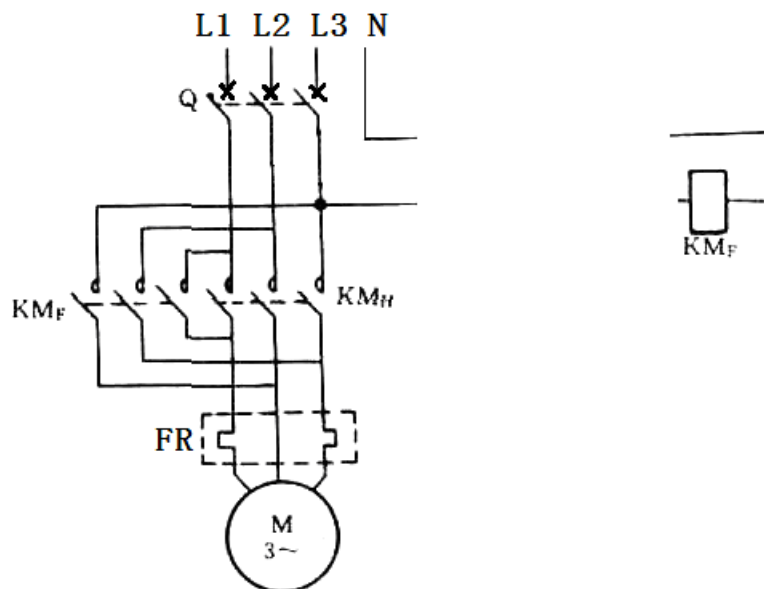

图 2 正转控制
3. 连接正转控制电路并进行操作，要求课前设计实验电路，将电路补充在图 2 中。接触器使用  $KM_F$ ，接好第一个控制回路（正转控制回路），进行控制实验。